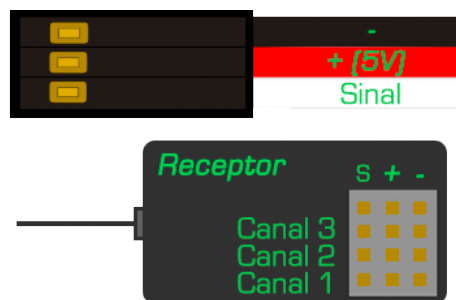

Figura 2: Conexão com receptor
- Para uso da funcionalidade do radio controle é recomendada a aquisição do receptor HobbyKing GT-2 2.4GHz Receiver 3Ch – Modulation GFSK5. Para a conexão, os cabos de sinais demonstrados na Figura 2 são responsáveis pela conexão entre os terminais - 5V, GND, CH1, CH2 e CH3 – encontrados no receptor e na placa, sendo o conector fêmea do cabo alojado no receptor e o macho na placa;